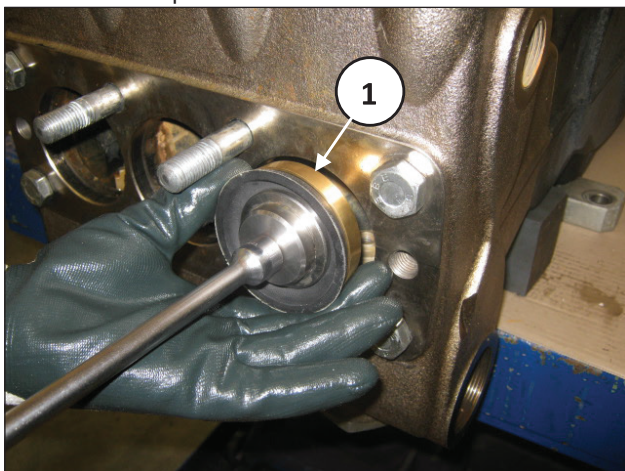

Fig. 135
Utilizando una llave en T, introducir la junta pistón dentro del cilindro (pos. ①, Fig. 135) con el grupo distanciador del pistón en el PMS, sin dañar el labio de estanqueidad.